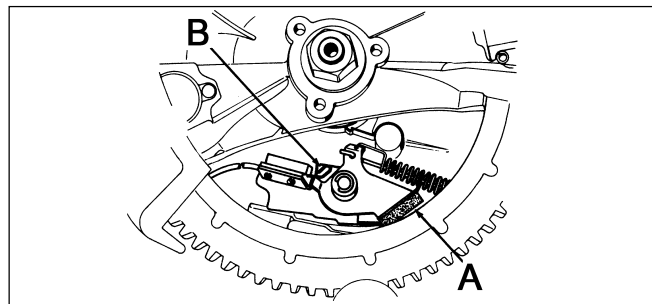

Fig. 1
- Pour arrêter le moteur (Fig. 1) en position de "stop" le patin du frein est pressé contre le bord interne du volant (A); en même temps le système d'allumage est raccorder à la masse (B).